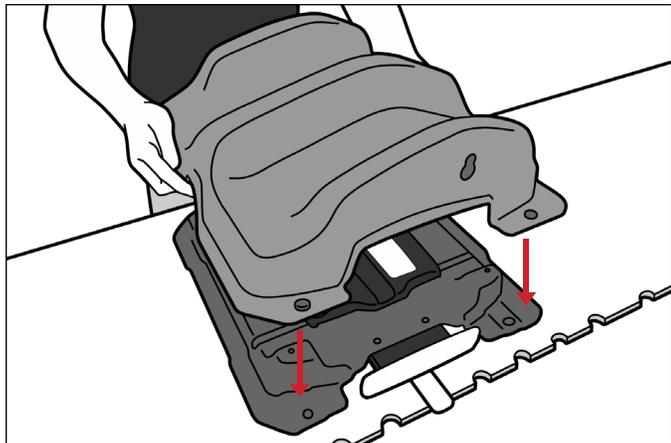

図6
4. 4本のコーナーピンをニーサポートベースの対応する孔に合わせて、ニーサポートシェルを取り付けます。(図6)